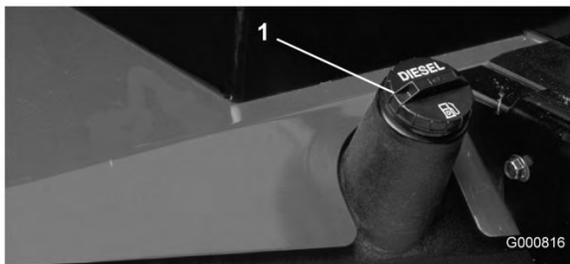

Figure 35
1. Retirez le bouchon du réservoir de carburant (Figure 35).